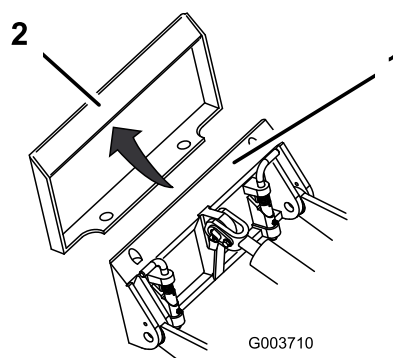

Figura 20
4. Coloque la placa de montaje debajo del reborde superior de la placa receptora del accesorio (Figura 20).